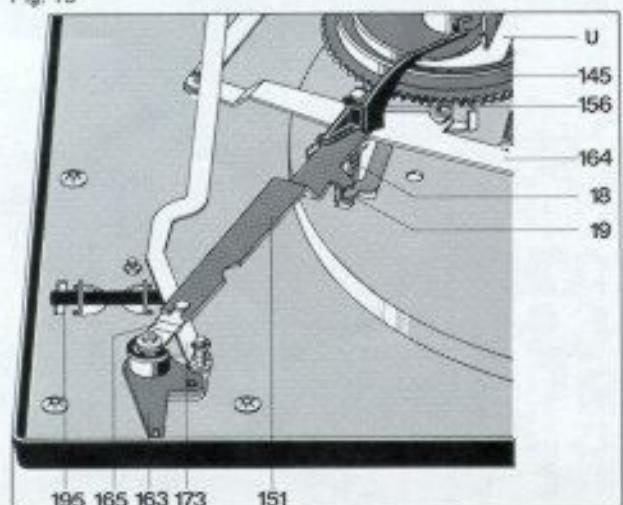

Fig. 14
In Nullstellung des Kurvenrades soll zwischen Kontaktfedern (F) und Kurzschlussleisten (L) ein Kontaktabstand von ca. 0,5 mm vorhanden sein. Erforderlichenfalls Kurzschlussleisten biegen, Kontaktfeder mit geeignetem Pflegemittel einsprühen (Fig. 14).